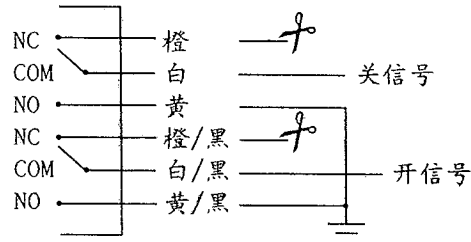
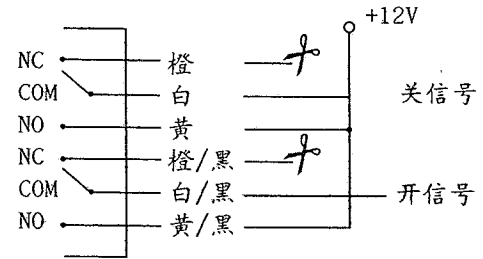

图2 负触发
图3 正触发
常见车种：任何旧型车或较经济便宜车型均可见到。（参图2负触发）
3. 原车配备有中央控制门锁，驾驶座仪表附近有一个跷板开关带动触发其他四个门同时作用开关门锁，因此只要判别是正触发或负触发型，就可以选用安装图上加以搭配。（参图2负触发、图3正触发）